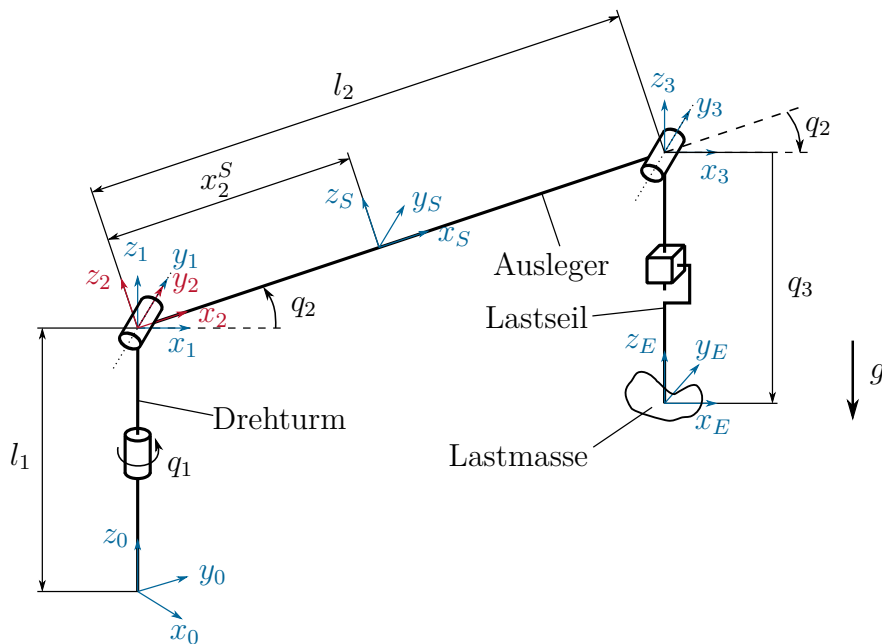

Abbildung 5: Schiffskran.
3. Abbildung 5 zeigt die kinematische Kette eines Schiffskrans. Der Schiffskran besitzt drei Freiheitsgrade $\mathbf{q} = [q_1 \ q_2 \ q_3]^T$, welche eine Rotation des Drehturms um den Winkel q_1 , eine Schrägstellung des Auslegers um den Winkel q_2 und die Länge des Lastseils q_3 darstellen. Die Höhe des Drehturms ist l_1 und die Länge des Auslegers ist l_2 . Der Ausleger hat die Masse m_2 und den Schwerpunktabstand $\mathbf{p}_2^S = [x_2^S \ 0 \ 0]^T$ in Bezug auf das körperfeste Koordinatensystem $(0_2x_2y_2z_2)$. Der Drehturm und das Lastseil werden als masselos betrachtet. Im Ursprung des Koordinatensystems $(0_ExEyEzE)$ befindet sich die Masse m_E mit dem Massenträgheitsmoment $\mathbf{I}_E = \begin{bmatrix} I_{xx}^E & 0 & 0 \\ 0 & I_{yy}^E & 0 \\ 0 & 0 & I_{zz}^E \end{bmatrix}$ um diesen Ursprung. Gravitation mit der Gravitationskonstanten g wirkt in negativer z_0 -Richtung.